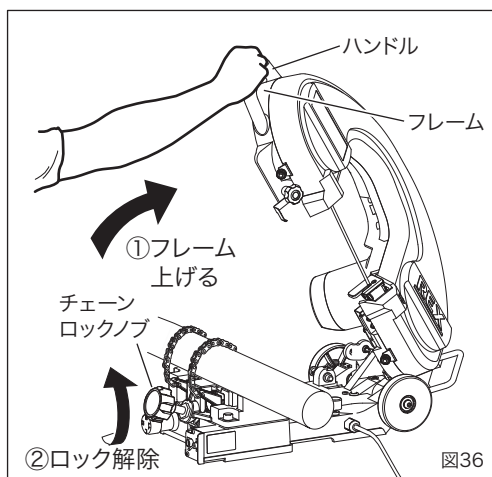
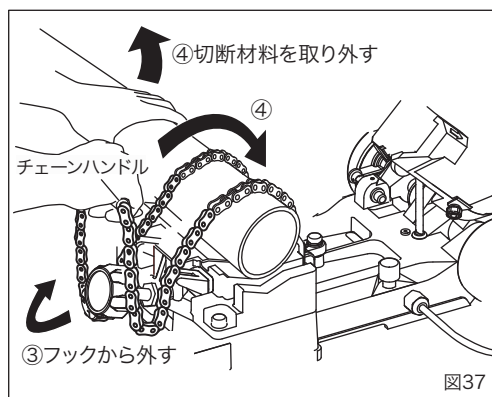

図36
図37
4. 切断材料取外し (図36～図37)
XB180WS(チェーンバイス)の場合 (図36、図37)
- ①ハンドルを持ち、フレームを最上部まで上げてストッパーでフレームが止まるのを確認します。(図36)
- ②チェーンロックノブを反時計方向に回して、フックを最上部まで上げます。(図36)
- ③チェーンハンドルを持ち、フックからチェーンを外します。(図37)
- ④切断材料を取り外します。(図37)